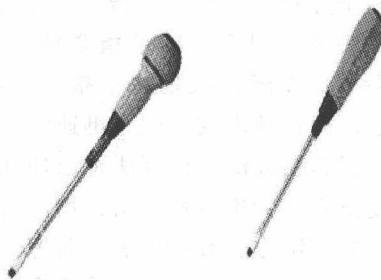

图1-2 十字槽螺钉旋具
(2) 十字槽螺钉旋具 这种螺钉旋具主要用来旋转十字槽形的螺钉、木螺钉和自攻螺钉等。使用十字槽螺钉旋具时，应注意使旋杆端部与螺钉槽相吻合，否则容易损坏螺钉的十字槽。十字槽螺钉旋具的规格和一字槽螺钉旋具相同。特点：刀头呈十字形，经过充磁，能吸住细小的螺钉、螺母。刀柄用软性材料制成，操作时能均匀用力，不易打滑。如图1-2所示。